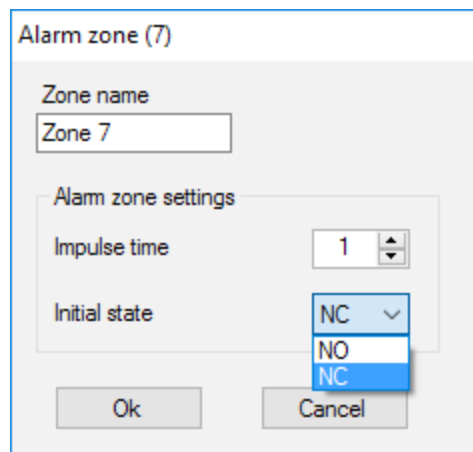

Abb. 20. Alarmzoneneinstellungen
Die Alarmzone kann als Schließer (NO) und als Öffner (NC) eingestellt werden (Abb. 20).
Die Alarmzone reagiert auf bistabile Melder (z. B. DoorProtect und LeaksProtect) mit Öffnen/Schließen, abhängig von der Einstellung des **„Ausgangszustands“ (NC/NO)**. Die Zone befindet sich im Alarmmodus, bis der Zustand des bistabilen Melders in den Ausgangszustand zurückkehrt. Die Zone reagiert auf Impulssensoren (z. B. MotionProtect, GlassProtect) mit Öffnen/Schließen, abhängig von der Einstellung des „Ausgangszustands“ (NC/NO) mit einem Impuls, dessen Dauer über die Einstellung **„Impulszeit“** (Abb. 20) eingestellt werden kann. Standardmäßig beträgt die **„Impulszeit“** 1 Sekunde, maximal 254 Sekunden. Wenn der Alarm ausgelöst wird, leuchtet die rote Zonen-LED **„3“** (Abb. 1).